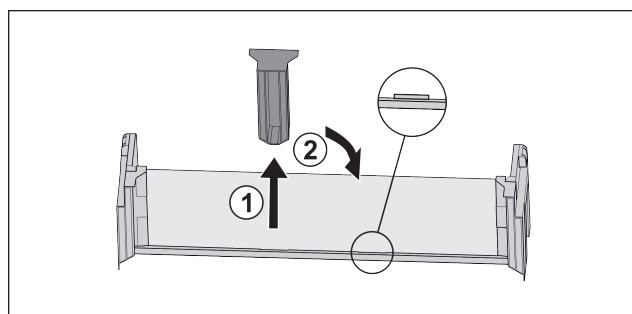

Fig. 29
- ▶ Wyciągnąć środkowy element trzymający Fig. 29 (1).
- ▶ Włożyć środkowy element trzymający na środkowej pozycji Fig. 29 (2).